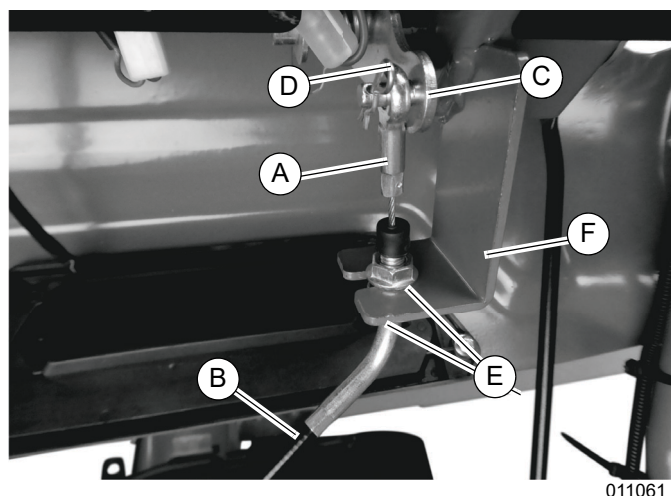

Figure 2-15. Pose du câble de déflecteur
16. Voir **Figure 2-15**. Accrocher le côté œillet (A) du câble de déflecteur (B) au levier de déflecteur (C) et l'attacher avec la goupille (D).